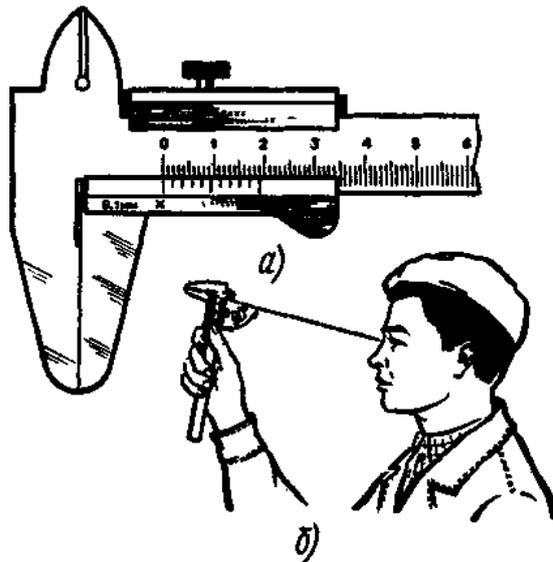

Рис. 3. Проверка нулевого положения штангенциркуля
- а) привести в соприкосновение губки штангенциркуля (рис.3, а). Губки по всей длине должны быть параллельными. Зазора по краям губок не должно быть. Нулевой штрих нониуса должен совпадать с нулевой риской основной шкалы;
- б) размер просвета между измерительными поверхностями сведенных убог штангенциркуля оценивают при дневном освещении «на глаз» (рис. 3, б). При отсутствии просвета между губками для наружных измерений или при
небольшом просвете (не более 6 мм) должны совпадать нулевые штрихи нониуса с начальным штрихом основной шкалы (рис. 3, *a*);